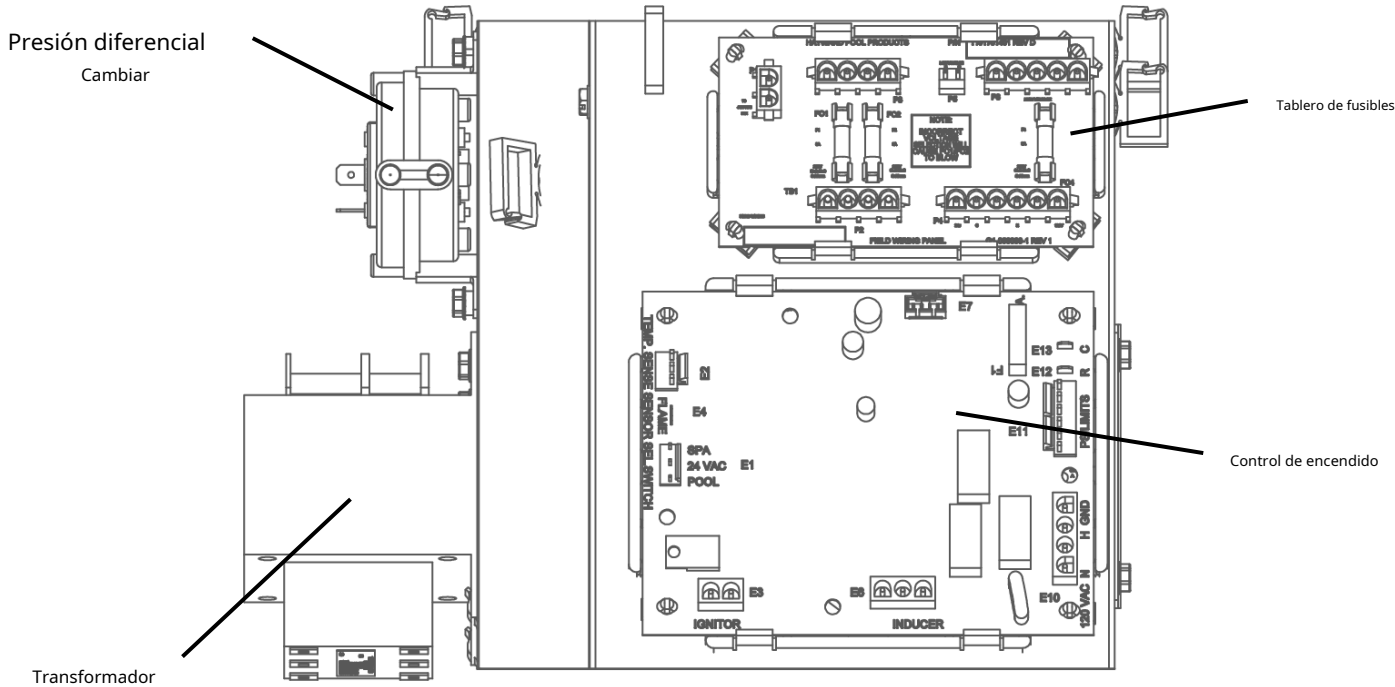

Figura 21: Componentes del ensamblaje del encabezado
1. Utilice el botón de modo para cambiar de "ESPERA" a "SPA" o "PISCINA" (consulte la Figura 21). Puede haber una demora de hasta 10 segundos antes de que el calentador comience a funcionar. El control realiza una autoprueba interna y luego verifica que los contactos del interruptor de vacío del soplador estén abiertos antes de energizar el soplador.